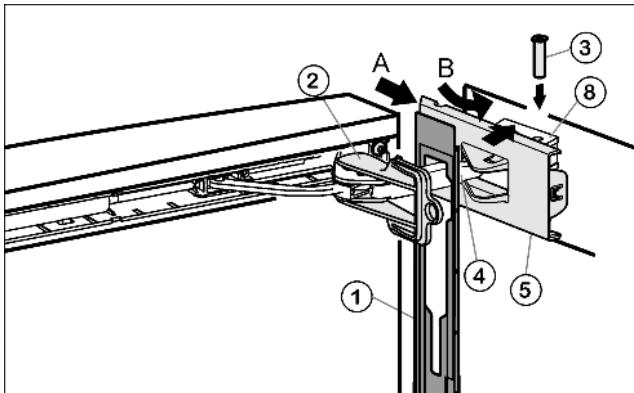

Fig. 18
- Blende Fig. 18 (1) auf den Dämpferbügel Fig. 18 (4) einhängen, so dass die Rasthaken nach innen zeigen und die Vorderseite zum Gerät.
- Abdeckung Fig. 18 (5) von außen her aufschieben (A) und über das Lagerteil Fig. 18 (8) schwenken (B).
- Abdeckung Fig. 18 (5) aufsetzen und bis zur ersten Rastung einrasten lassen.
- Dämpferbügel Fig. 18 (4) zum Lagerteil hinziehen und Bolzen Fig. 18 (3) von oben einstecken, so dass der Vierkant in der Vertiefung sitzt.
- Abdeckung Fig. 18 (5) jetzt komplett auf das Lagerteil Fig. 18 (8) aufrasten.
- Sicherung Fig. 18 (2) durch Verdrehen abnehmen.
- Blende Fig. 18 (1) an der Tür aufrasten.